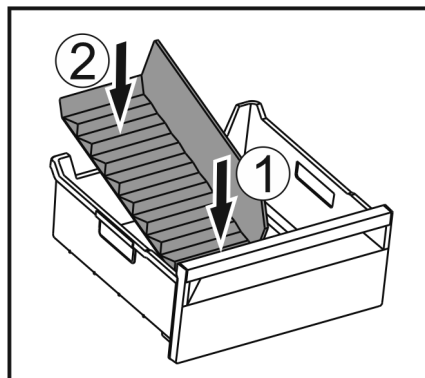

Fig. 179
- ▶ Vordere Teil des Eisfach-Trenners einsetzen. Fig. 179 (1)
- ▶ Hinteren Teil des Eisfach-Trenners bis zum Schubfachboden absenken. Fig. 179 (2)